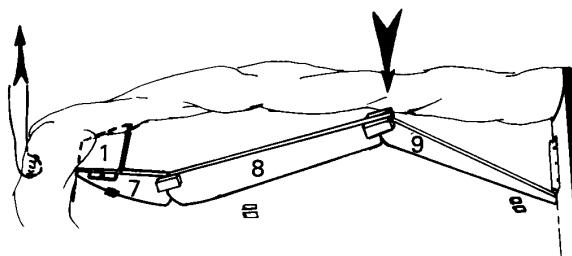
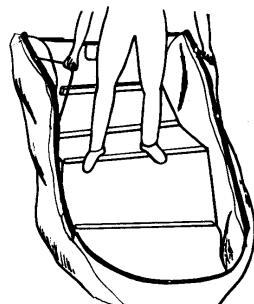

fig 3
fig 6
6. Inserire l'elemento (2) contro l'elemento (1) e l'elemento (3) contro l'elemento (2), poi inserire l'elemento (6) contro il tassello posteriore (10), [fig 6], quindi mettere in forma di tetto gli elementi (4) e (5) [fig.3]